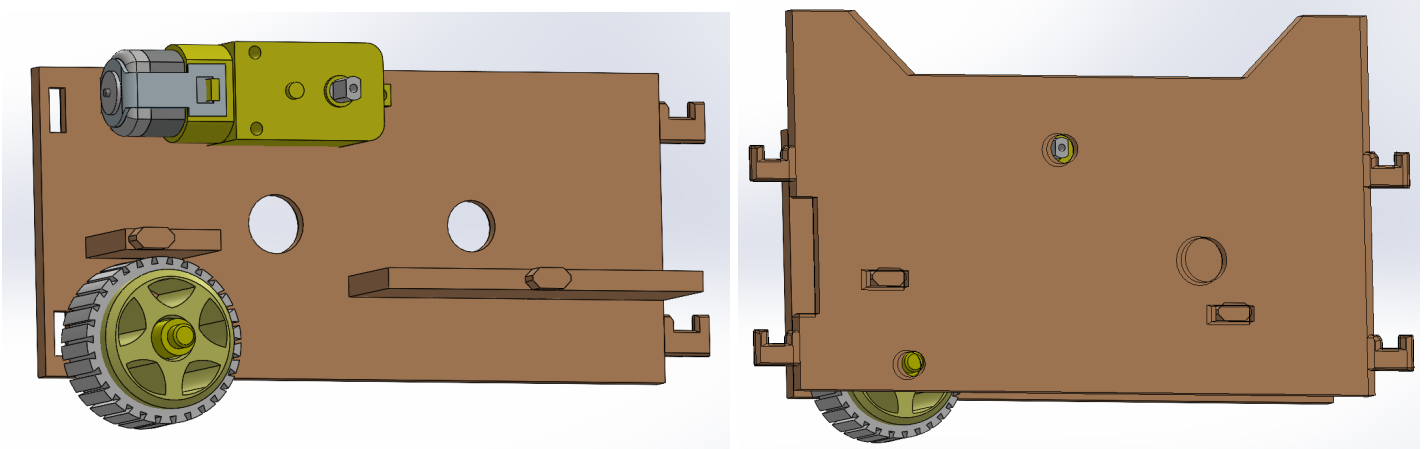

FIGURE 2
**ÉTAPE 2 :** Dans cette étape, nous prenons la pièce résultante de l'ÉTAPE 1 ainsi que l'axe portant le numéro 17, le long du mur portant le numéro 1, ainsi que les deux entretoises numérotées 16 et 22, nous prenons également le moteur numéroté 6, nous plaçons toutes ces pièces sur le mur portant le numéro 1 comme on peut le voir dans la figure 2, puis nous le fermons en utilisant le mur portant le numéro 7.